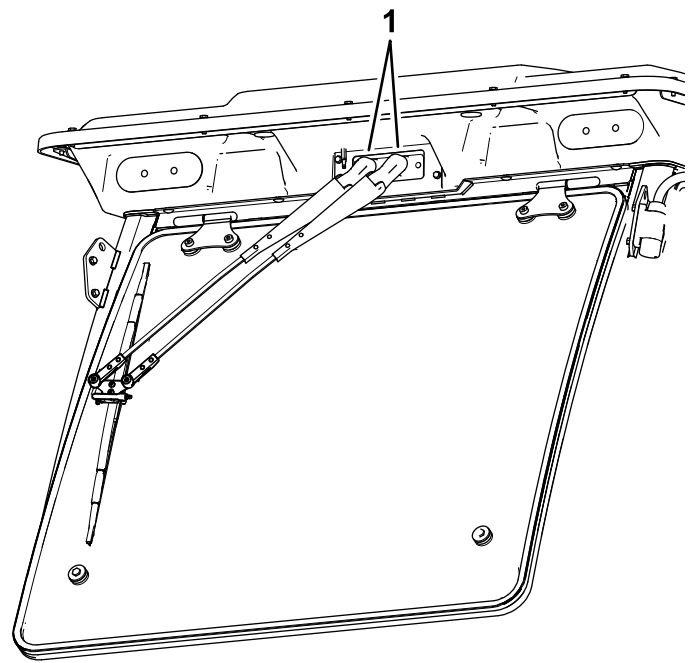

図 82
1. ワイパーアーム上部のキャップを開ける **図 82**。